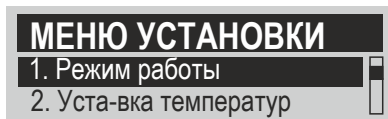

Рисунок 16
7.3.4 Возможности изменения режима и параметров прибора описаны в п. 7.4 настоящего руководства. Переход в режим меню установки осуществляется с помощью клавиши «MENU» (см. рис. 16).